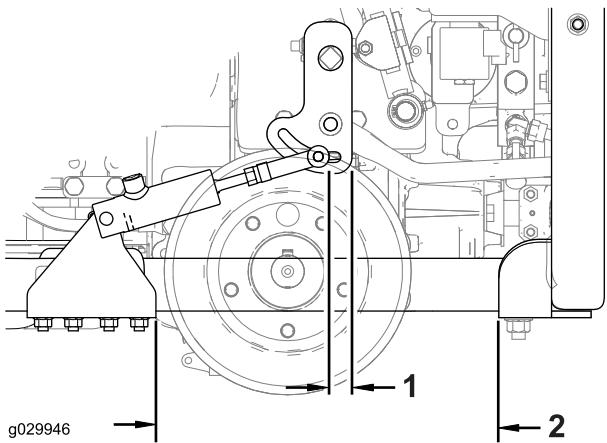

図 10
6. シリンダを一杯に伸ばし、図10に示すように取り付ける。